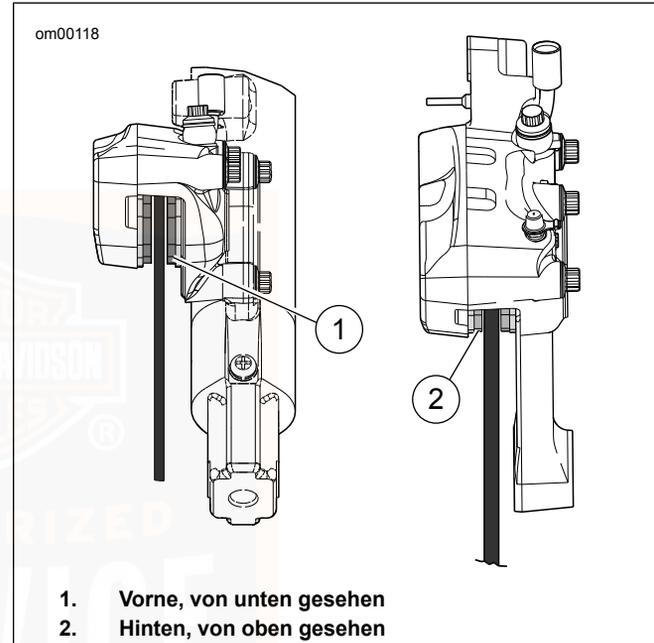

Abbildung 34. Bremsbelagmaterial
1. Siehe Abbildung 34. Die Hinterradbremsscheibe prüfen, wenn diese gedreht wird. Die Scheibe muss schlagfrei im Bremsattel laufen.